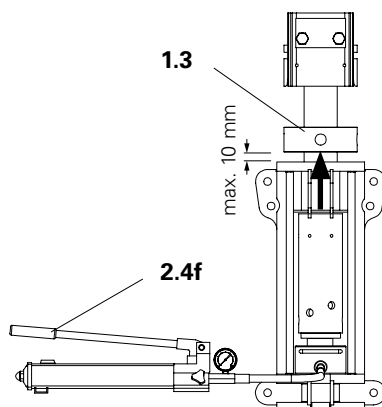

Fig. 25
5. Spingere in alto di 10 mm la madrevite (1.3) con l'albero di montaggio VST. (Fig. 25)